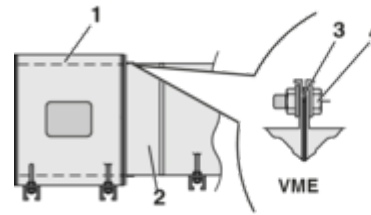

Abb. 12: Detail X: Verbindungsausführung
- X Detail \Rightarrow Abb. 12